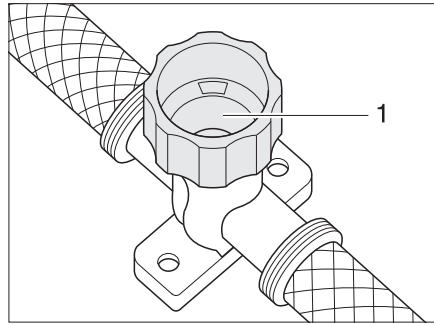

Bild 127 Ablasshahn für Therme
- Ablasshahn schließen. Dazu Kappe (Bild 127,1) im Uhrzeigersinn drehen.
- Ablasshahn der Therme öffnen. Dazu Kappe (Bild 127,1) entgegen dem Uhrzeigersinn drehen.